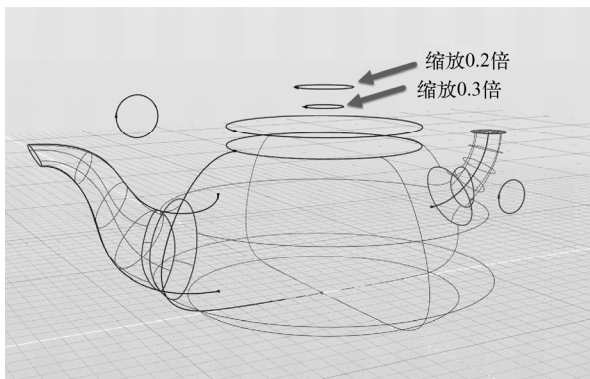

图 5-62 缩放两条复制曲线的尺寸
4) 利用“缩放”工具(或按快捷键〈R〉)调整第 2 条及第 3 条复制曲线的尺寸,第 2 条曲线缩放 0.2 倍,第 3 条曲线缩放 0.3 倍,如图 5-62 所示。